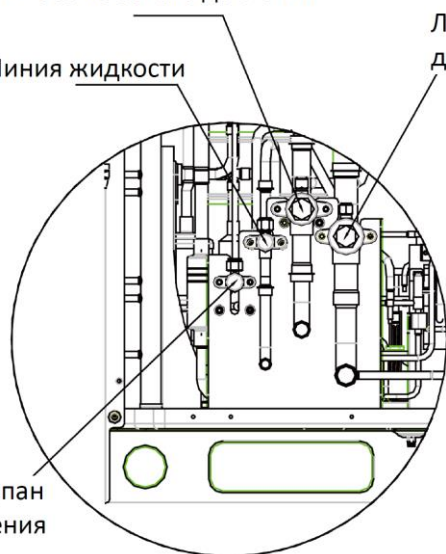

Рис. 4.5.1
(1) Перед началом вакуумирования необходимо убедиться, что клапан жидкости, газа высокого давления и газа низкого давления полностью перекрыты. Вакуумным насосом откачайте воздух из внутреннего блока и из соединительной трубки через сопла на клапане жидкости, клапане газа высокого давления и клапане газа низкого давления (наружный блок), как показано на рис. 4.5.1.
(2) Поскольку откачка воздуха должна выполняться одновременно из клапана жидкости, клапанов газа высокого и низкого давления, то необходимо использовать 2 комплекта вакуумного насоса одновременно. Это обеспечит необходимую степень разрежения в системе.